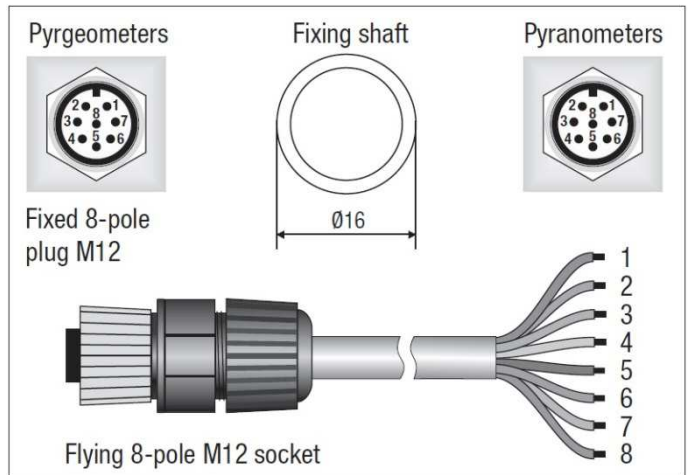

Abbildung 5
- die optionalen Kabel sind an einer Seite mit einer 8-poligen Buchse versehen; die andere Seite endet mit offenen Drähten. Abbildung 5 und nachfolgende Tabelle zeigen welcher Draht mit welchem Steckerpol korrespondiert: